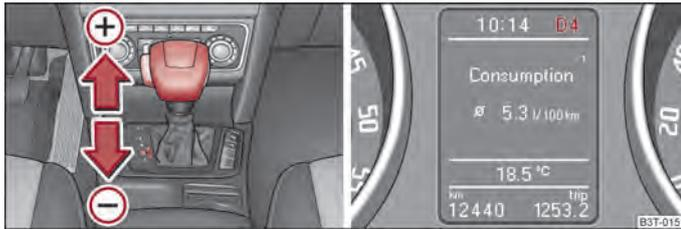

Abb. 128 Wählhebel: manuelles Schalten / Informationsdisplay: manuelles Schalten
Die eingelegte Wählhebelstellung wird zusammen mit dem eingelegten Gang im Informationsdisplay des Kombi-Instruments angezeigt → Abb. 128 - rechts.
- Tippen Sie den Wählhebel (in der Tiptronic-Stellung) nach vorn an → Abb. 128 (+).